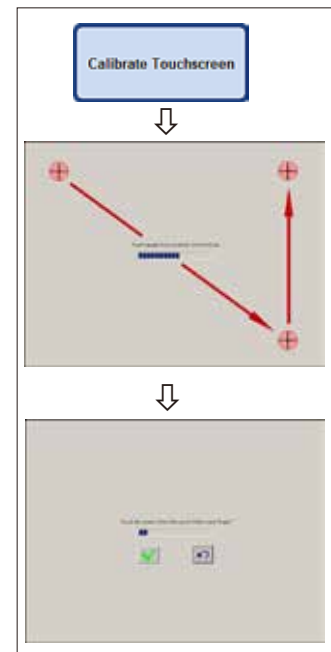

Fig. 78
#### Calibrarea ecranului tactil (Fig. 78)
- Atingeți cercul roșu din mijlocul ecranului (de trei ori în total), începând din colțul din stânga sus (Fig. 78, sus).
- Apoi atingeți orice punct de pe ecran și verificați dacă cursorul urmează mișcarea (Fig 78, jos).